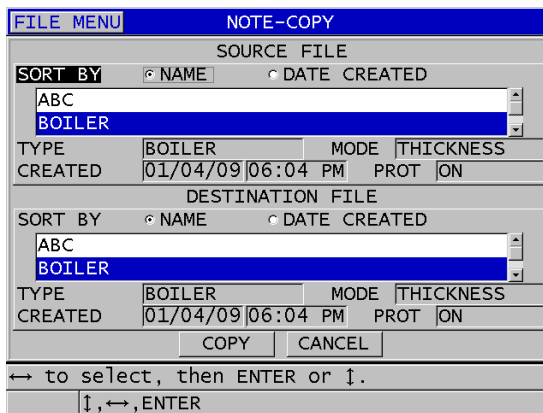

図 11-25 あるファイルから別のファイルへの注記テーブルのコピー
3. 注記コピー画面で、以下の操作を行います（215 ページの図 11-25 参照）。